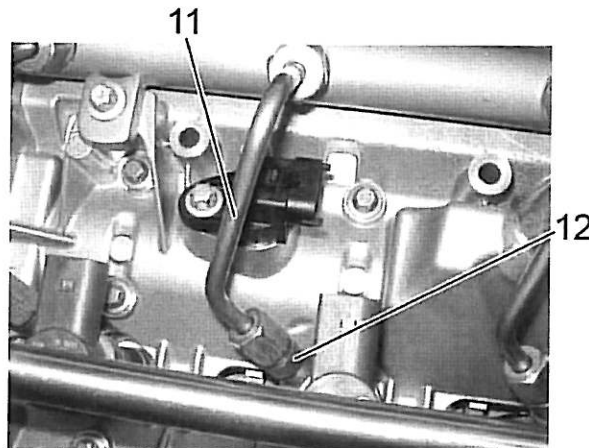

Bild 4 / Fig. 4
17. Die vier neuen Kraftstoffdruckleitungen montieren. Siehe Bild 4.
17. Attach the new four fuel pressure pipes to the injectors and to the common rail. See Fig. 4.